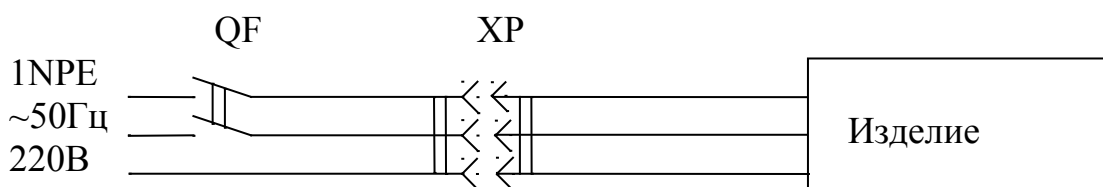

Рис.1 Схема подключения изделия к электросети
6.4. Изделие должно подключаться к питающей электрической линии (рис.1) через автоматический выключатель электромагнитной защиты с номиналом установки по току 6,3 А.